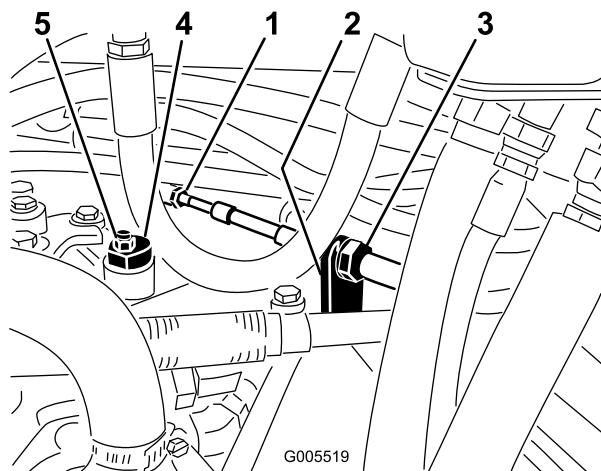

Bild 51
- A. Lösen Sie beide Klemmmuttern, mit denen der Fahrantriebs-Bowdenzug an der Trennwand am Hydrostat befestigt ist (Bild 51). Achten Sie darauf, dass die Klemmmuttern gleichmäßig gelockert sind und eine ausreichende Einstellung ermöglichen.
Hinweis: Lösen Sie die Mutter, mit der der Exzenter oben am Hydrostat befestigt ist (Bild 51).
- C. Drehen Sie den Ekzenter, bis kein Kriechen in jeder Richtung auftritt. Ziehen Sie die Schraube fest, wenn sich das Rad nicht mehr dreht, um den Ekzenter und die Einstellung zu arretieren (Bild 51). Überprüfen Sie die Einstellung mit dem Gasbedienungshebel auf Langsam“ und auf Schnell“.
- D. Ziehen Sie die Sicherungsmuttern, mit denen der Bowdenzug an der Trennwand befestigt ist, gleichmäßig von der Innenseite der Trennwand fest (Bild 51).